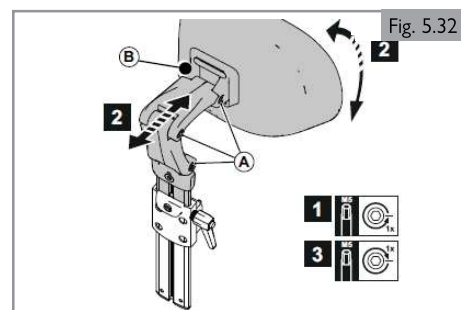

Fig. 5.32
**Position de l'appui-tête (Fig. 5.32)**
1. Desserrez (A) d'un tour.
2. Ajustez (B) à la position désirée.
3. Resserrez (A).